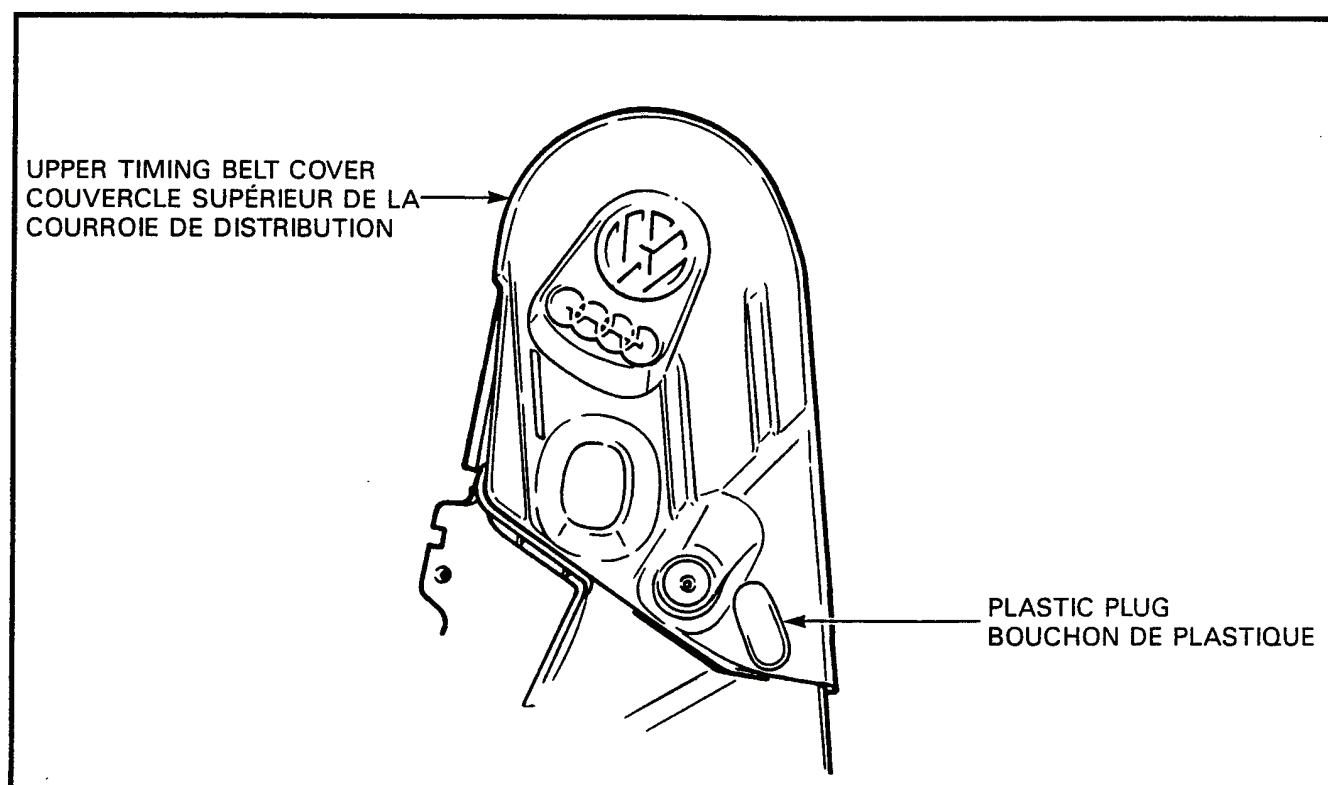

Figure 2-5-5 Location of Plastic Plug in Timing Belt Upper Cover
- h. Remove the plastic plug from the upper timing belt cover, see Figure 2-5-5, and insert a 6 mm hex head socket through the opening and onto the head of the alternator mounting bolt.
- h. Enlever le bouchon de plastique du couvercle supérieur de la courroie de distribution, voir figure 2-5-5, et insérer une douille hexagonale de 6 mm dans l'ouverture et sur le bouton de fixation de l'alternateur.